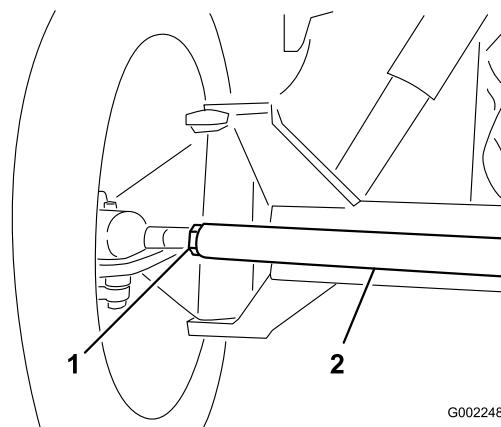

Figure 134
3. Si les mesures sont hors spécifications, desserrez les écrous de blocage aux deux extrémités de la biellette (Figure 134).